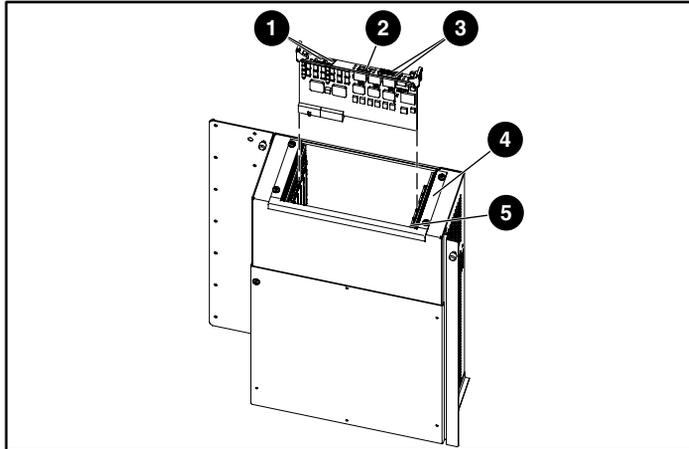

Figura 11: Instalación del NSR
- ❶ Botones de bloqueo
- ❷ Palancas de expulsión
- De cara a la parte posterior de la biblioteca, y con los puertos SCSI ubicados a la izquierda, localice el receptáculo de expansión e inserte la primera placa del router en la ranura D (consulte la Figura 11).